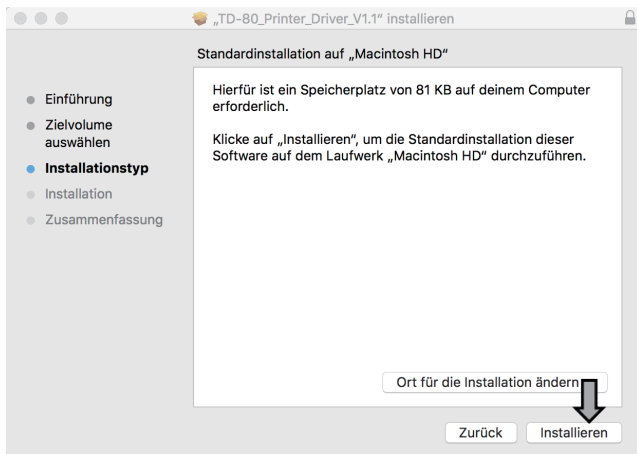

Fig.3
③ Wechseln Sie zur Schnittstelle „Installationstyp“ und klicken Sie anschließend auf „Installieren“ (siehe Abbildung 3).